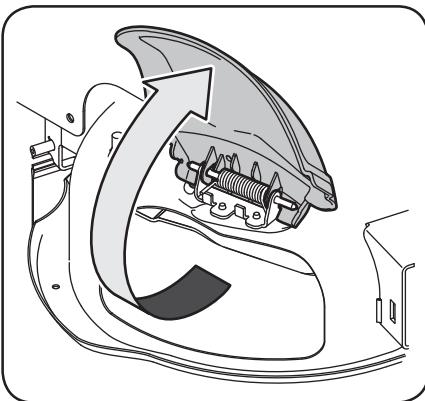

Figura 2-10
2. En el costado de la plataforma de corte, levante el adaptador para abono. Vea la Figura 2-10.